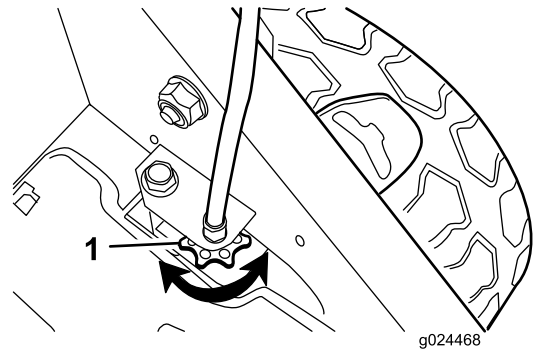

図 25
- 自走バーがハンドルに接触しても車輪が回転を始めないのは、走行ベルトがゆるすぎるのが原因。ホイール駆動制御ノブ 図 25 を右に 1 回転させ、ステップ 4 6 をもう一度おこなう。
- 自走バーがハンドルに接触するよりも前に車輪が回転を始めるのは、走行ベルトがきつすぎるのが原因。ホイール駆動制御ノブ 図 25 を左に 1 回転させ、ステップ 4 6 をもう一度おこなう。